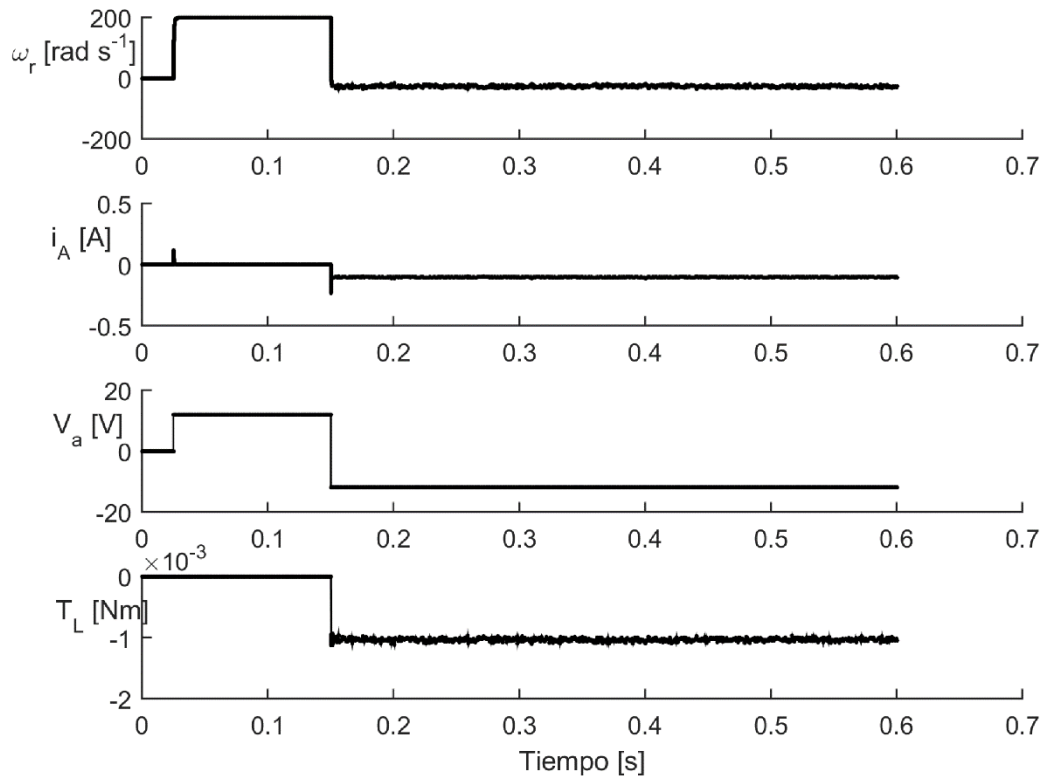

Fig. 1-3. Curvas de un motor CC para una entrada de 12V.
- 1- Obtener el torque máximo que puede soportar el motor modelado mediante las Ecs. (5) (6) y (7) cuando se lo alimenta con 12V, graficando para 5 segundos de tiempo la velocidad angular y corriente i_a .
- 3- A partir de las curvas de mediciones de las variables graficadas en la Fig. 1-3, se requiere obtener el modelo del sistema considerando como entrada un escalón de 12V, como salida a la velocidad angular, y a partir de 0,1segundo se aplica un T_L aproximado de $7,5 \cdot 10^{-2}$ Nm. En el archivo Curvas_Medidas_Motor.xls están las mediciones, en la primer hoja